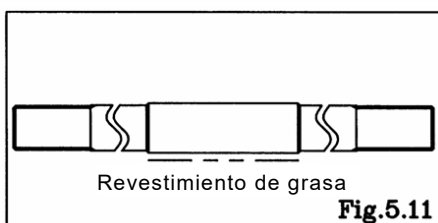

Fig.5.11
- Aplique grasa(urea) de montaje al pistón central e insértelo en el cuerpo principal. [Fig. 5.11]